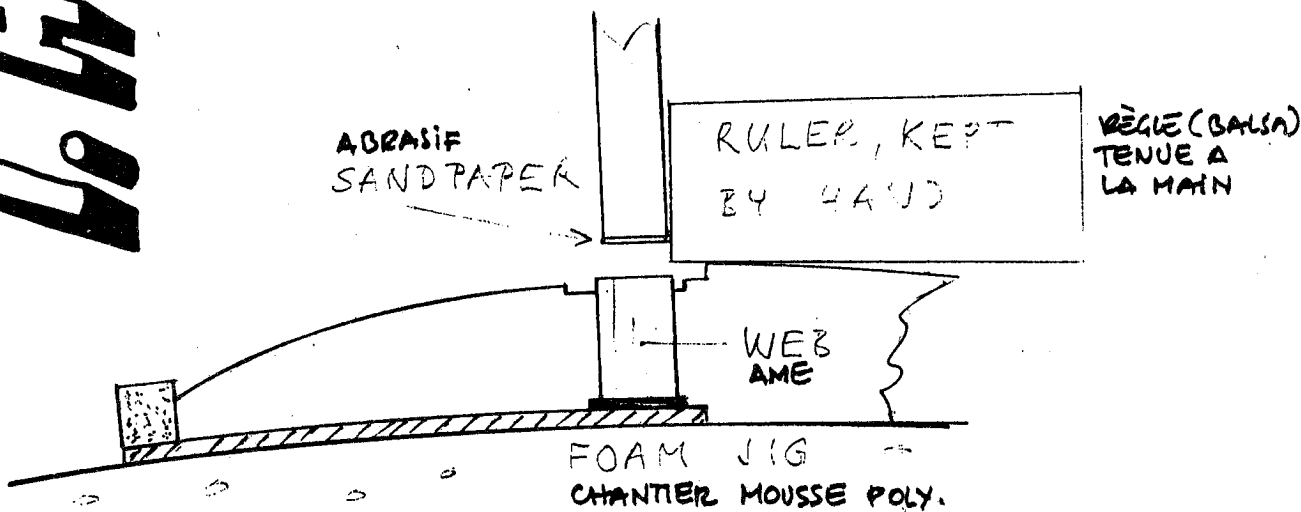

FIG. 2
- PONCER DOUCEMENT LE DESSUS DE L'ÂME JUSQU'À OBTENTION DE LA HAUTEUR CORRECTE AVEC UN PONCOIR ÉTROIT GARNI DE PAPIER ABRASIF PAS TROP FIN (VOIR FIGURE 2) - UTILISER COMME GUIDE UN MORCEAU DE Balsa BIEN DROIT - ENSUITE ENDUIRE LA SURFACE PONCÉE